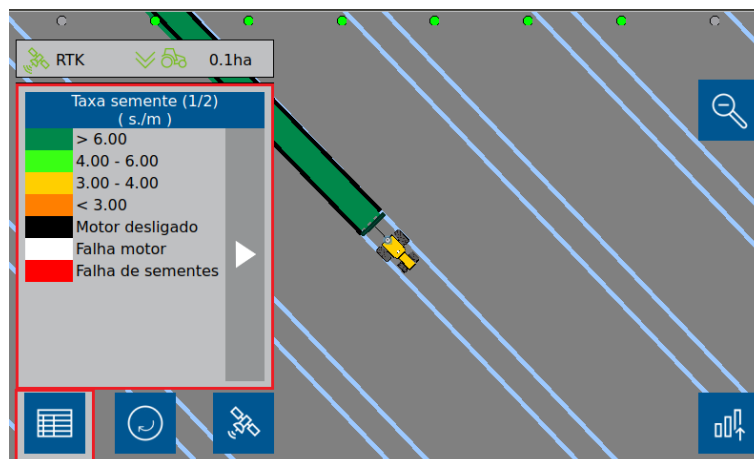
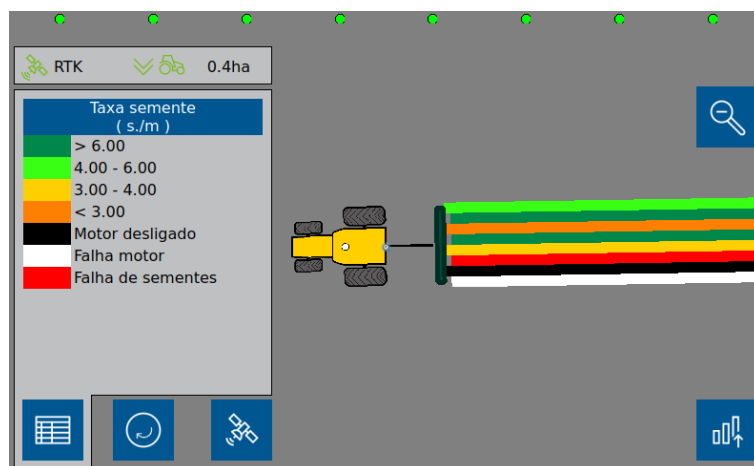

Figura 194 - Tela de legendas no mapa em tempo real
Figura 195 - Pintura linha a linha
- H) Legendas de taxas de sementes, fertilizantes e mapas de prescrições. Figura 194.
Siga os passos do item 8.2 para a visualização do mapa em tempo real, e em sequência habilite as legendas conforme a Figura 194. Com isso, o usuário terá uma referência correta conforme ilustra a Figura 195: